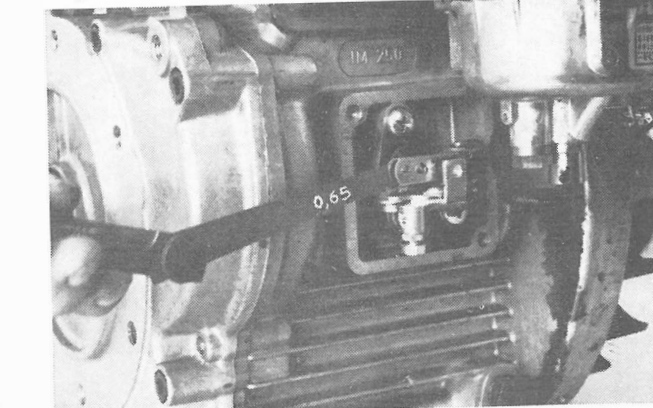

Fig. 74
- Régler la distance entre les contacts à $0,65 \div 0,70$ mm. (Fig. 74).
- Einstellschraube des Ambosskontaktes locken. Kontaktabstand auf $0,65 \div 0,70$ mm einstellen (Abb. 74).